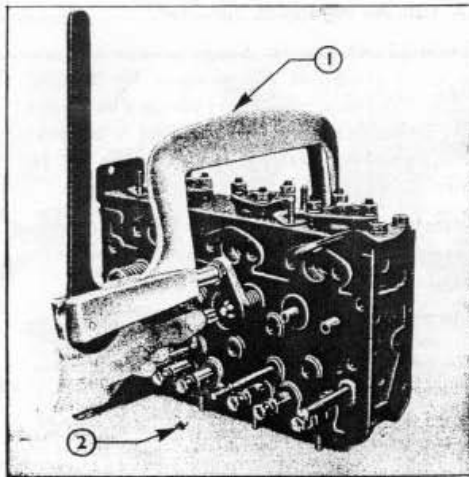
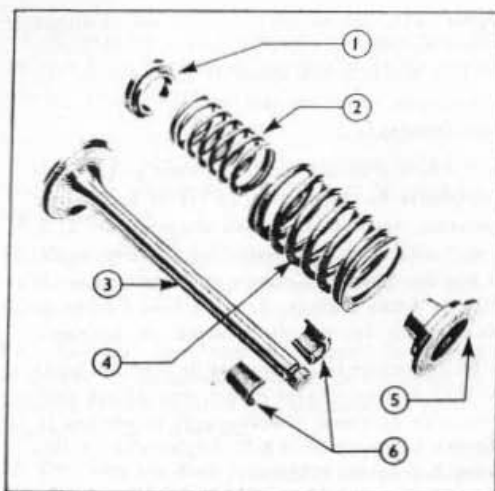

Fig. 5 - Compresseur de ressort de soupape
Fig. 6 = Soupape et Ressorts
2. Placer la culasse de champ sur une surface plane et, à l'aide du compresseur N° T 6093 (voir Fig. 5) comprimer les ressorts l'un après l'autre, retirer les clavettes et retirer la coupelle, les ressorts intérieur et extérieur et la rondelle de ressort (Fig. 6).